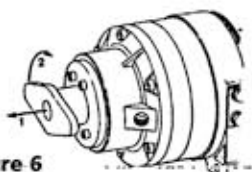

Figure 6
1. Pour mettre le treuil en roue libre, il faut tout d'abord retirer la charge du câble et du tambour. Prendre la poignée de roue libre situé à l'extrémité du carter de frein. La tirer tout droit en arrière jusqu'à ce qu'elle s'arrête. Tourner la poignée d'environ 1/4 de tour et la relâcher. Le câble peut alors être tiré hors du tambour (Voir Figure 6).
2. Pour ré-engager l'entraînement du treuil, tourner la poignée dans l'une ou l'autre direction jusqu'à ce qu'on sente la poignée s'engager le corps de roue libre. La poignée avance mais pas jusqu'à la pleine position d'engagement (Voir Figure 6). Ceci est normal à cause du désalignement des cannelures d'entraînement. L'engagement complet s'accomplit par l'intermédiaire de l'une des techniques suivantes.